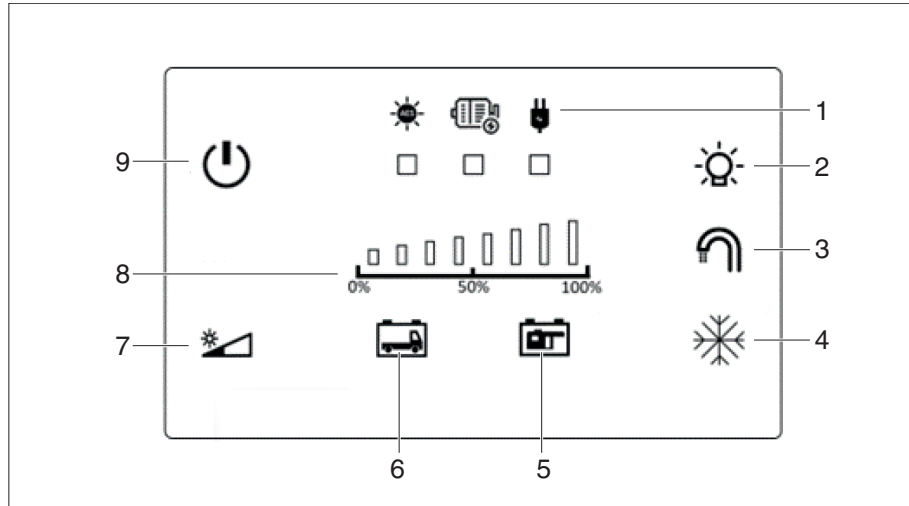

Figura 58 Panel de mando D110
El panel de control utiliza LEDs de señalización (Figura 58, 1) para indicar qué fuente de energía se está utilizando para cargar la batería del habitáculo.
La tecla de encendido (Figura 58, 9) se utiliza para encender y apagar el panel de mando. La iluminación está ajustada de serie a un brillo medio y se puede ajustar manualmente con sólo pulsar la tecla de atenuación (Figura 58, 7). Independientemente del nivel de brillo configurado, la iluminación se atenúa cuando está inactiva y se reactiva pulsando cualquier tecla. Se mantiene el último nivel de brillo utilizado. La tecla de atenuación (Figura 58, 7) siempre se ilumina en amarillo, excepto en el modo nocturno.
Al mantener presionada la tecla de atenuación (Figura 58,7) el panel de mando cambia al modo nocturno. Sólo la tecla de atenuación queda iluminada tenuemente en rojo para no confundirse con un panel de mando apagado.
Si la tensión de la batería es muy baja las teclas de control (Figura 58, 5) y (Figura 58, 6) del panel de mando parpadean.
- Presionar la tecla de control (Figura 58, 5).
El estado de carga de la batería asociada se muestra en la pantalla de control LED (Figura 58, 8).
Si la tensión de la batería de arranque es muy baja, la tecla de control correspondiente (Figura 58, 6) del panel de mando parpadea en blanco. En caso de que el vehículo esté conectado a una fuente de energía solar o a la corriente convencional, la E-Box garantiza que la batería de arranque se mantenga cargada. Para cargar completamente la batería hay que mover el vehículo para que la carga pueda realizarse a través del alternador.
Si la tensión de la batería del habitáculo es baja, la tecla de control correspondiente (Figura 58, 5) del panel de mando parpadea en rojo. Si la batería del habitáculo no está cargada, la tensión de la batería seguirá bajando. Cuando se alcanza un valor crítico para la batería entra automáticamente en funcionamiento la protección de la batería.